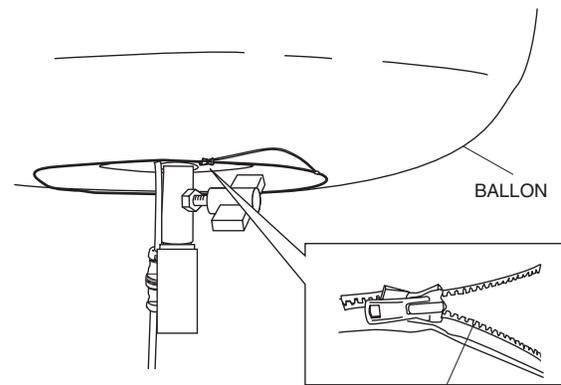

Figure 29. Dézipper le ballon
1. Dézipper la partie inférieure du ballon. Voir Figure 29.